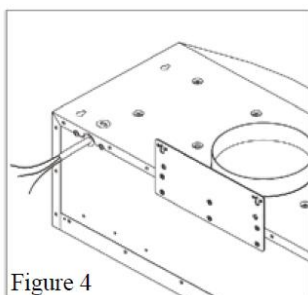

Figure 4
3. Druk het uitdrukpat voor de draadtoegang aan de achterkant van de kap in en trek de elektrische draden erdoor, zoals weergegeven in afbeelding 4.